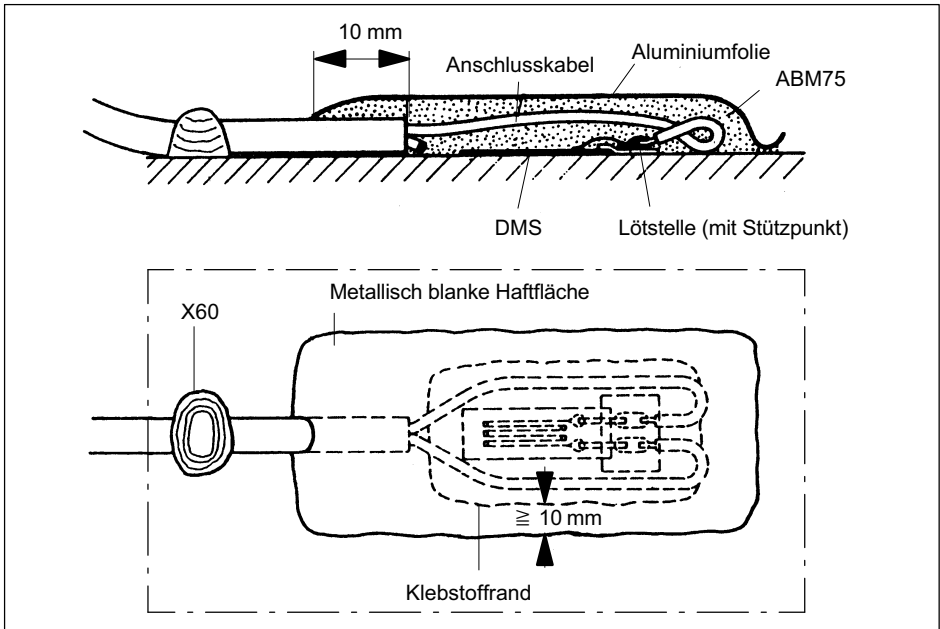

Abb. 4.1 DMS-Messstelle, mit ABM75 abgedeckt
- ▶ Schneiden Sie vom Abdeckband ein der gereinigten Fläche entsprechend großes Stück ab. Es soll mindestens 10 mm breiter als die den DMS umgebenden Klebstoffränder sein und an der Kabelanschlussseite mindestens 15 mm überstehen (siehe Abb. 4.1).